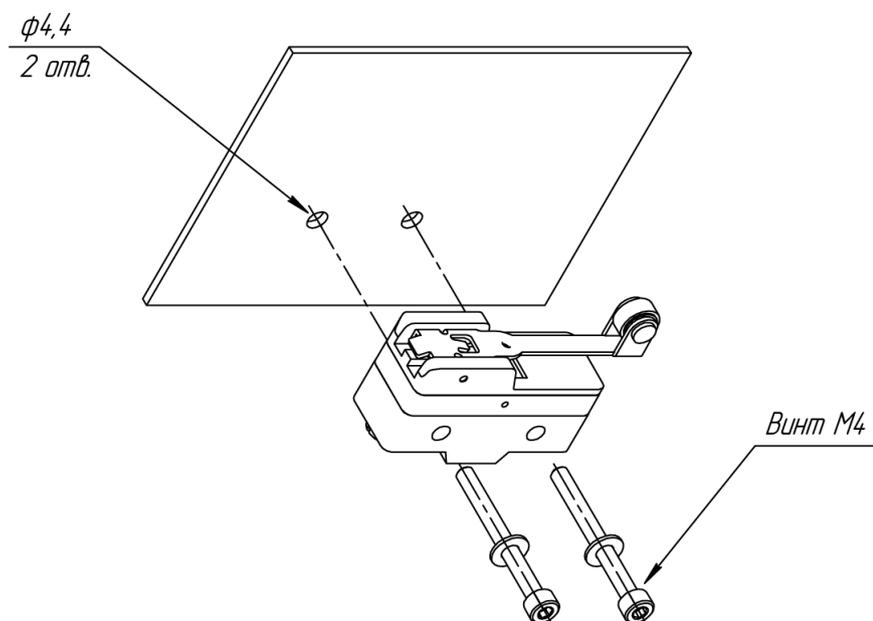

Рисунок 4.1 – Боковой монтаж
1. Подготовить отверстия для установки согласно габаритному и установочному чертежам (см. таблицу 4.1 и рисунок 4.1).